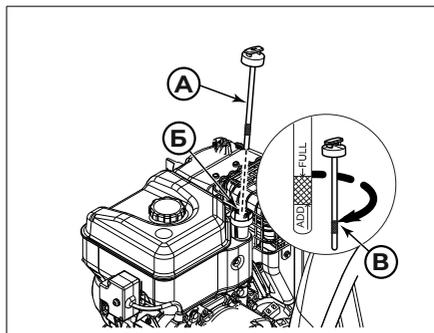

Рис. 32
7. Извлеките масляный щуп (рис. 32, поз. А).
8. Медленно влейте масло в трубку маслозаливной горловины двигателя (рис.32, поз. Б). Информацию о емкости масляного картера см. в разделе Технические характеристики.
10. Когда уровень масла находится на верхней отметке индикатора заполнения (рис. 32, поз. В), вставьте и закрутите масляной щуп.